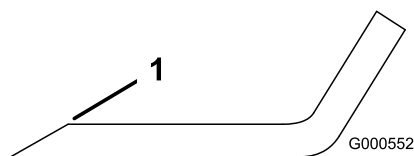

Figura 57
1. Utilice una lima para afilar el filo de corte en ambos extremos de la cuchilla (Figura 57).
Nota: Si la cuchilla no está equilibrada, rebaje algo el metal en la parte de la vela solamente con una lima (Figura 57).